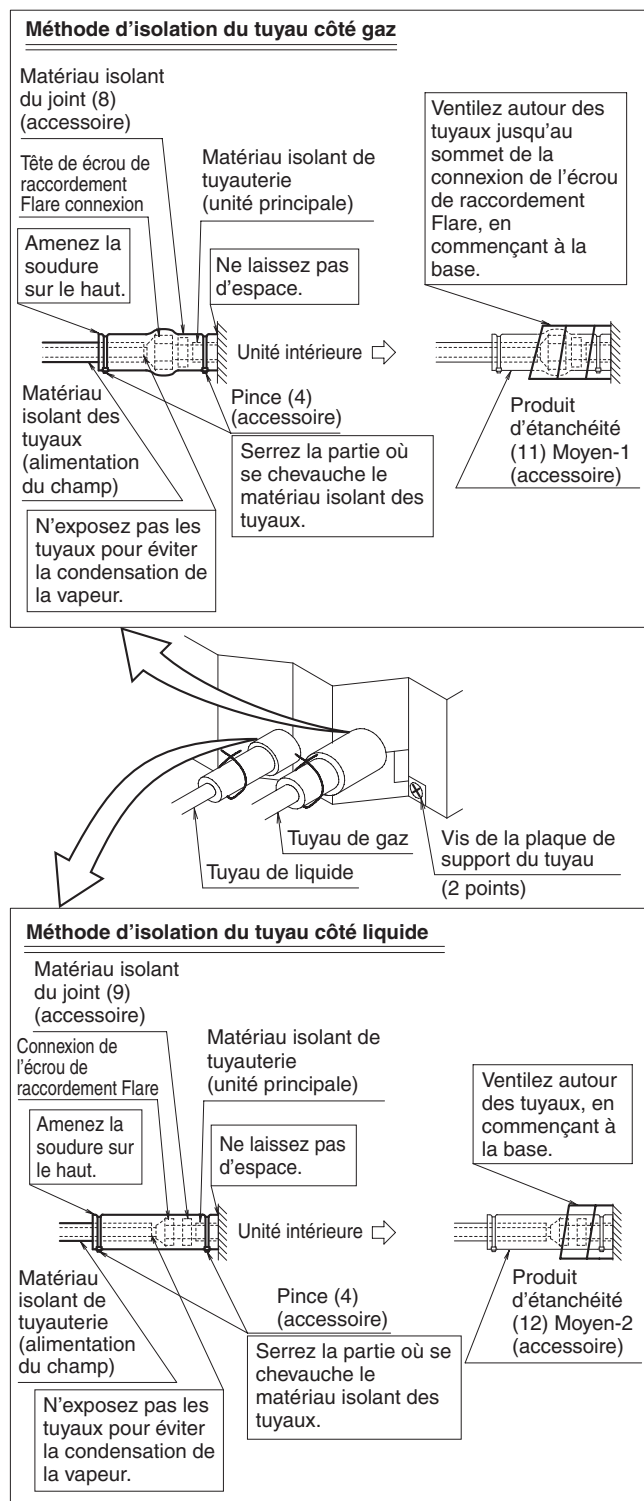
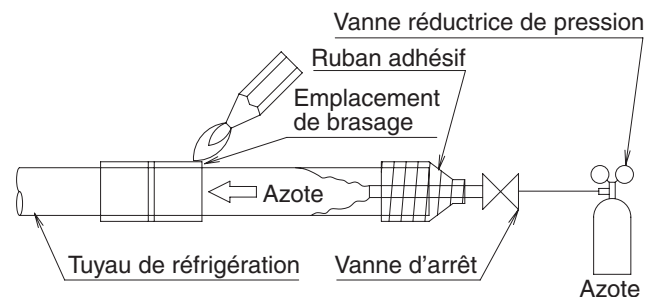

Fig. 12
Fig. 13
- Après le test d'étanchéité, en vous reportant à **Fig. 12**, isolez à la fois la connexion des tuyaux de gaz et de liquide avec le produit isolant du joint (8) et (9) afin d'éviter que les tuyaux soient exposés. Serrez ensuite les deux extrémités du produit isolant avec la pince (4).
- Enroulez le produit d'étanchéité (Moyen-1, 2) (11) (12) autour du produit isolant du joint (8) et (9) (section de l'écrou évasé), à la fois pour le tuyau de gaz et le tuyau de liquide.
- Assurez-vous de présenter la soudure du produit isolant du joint (8) et (9) vers le haut.
- Avant de braser le tuyau de réfrigération, faites passer de l'azote dans le tuyau de réfrigération et remplacez l'air par de l'azote (REMARQUE 1) (Se reporter à la Fig. 13). Effectuez ensuite le brasage (REMARQUE 2). Une fois que tous les travaux de brasage sont terminés, effectuez un raccord à sertir avec l'unité intérieure. (Reportez-vous à Fig. 12)